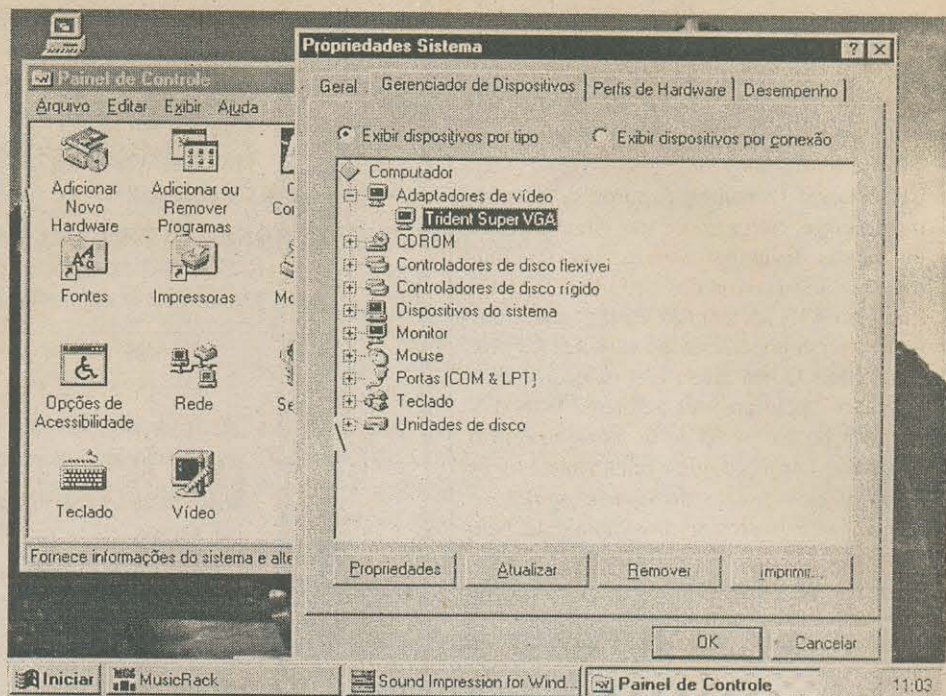

Fig. 1
- *Clique* duplo no ícone de SISTEMA (na janela do PAINEL DE CONTROLE), com o que se abre uma outra janela, intitulada como PROPRIEDADES DO SISTEMA... *Clique* na lapela do GERENCIADOR DE DISPOSITIVOS e depois *clique* duplo em ADAPTADOR DE VÍDEO... Será mostrado o *driver* de vídeo que está sendo usado pelo WIN 95. *Clique* no nome do *driver* atualmente usado (FIG. 1)...